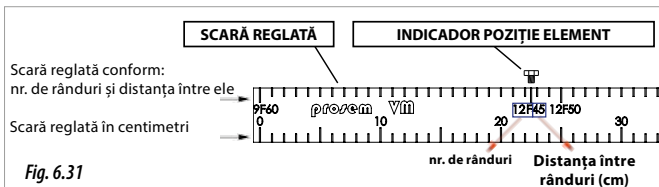

FIGURA 6.32 ESTE O SCHEMĂ CE PREZINTĂ CUM TREBUIE SĂ SE MIȘTE ELEMENTELE PENTRU A AVEA O PRECIZIE MAI MARE, ÎNTRE SEPARĂRILE DINTRE RÂNDURI.
- 5- Repetați pașii anteriori pentru a regla restul elementelor, în ordinea indicată în figura 6.32, de la elementul dinspre interior către elementul dinspre exterior.